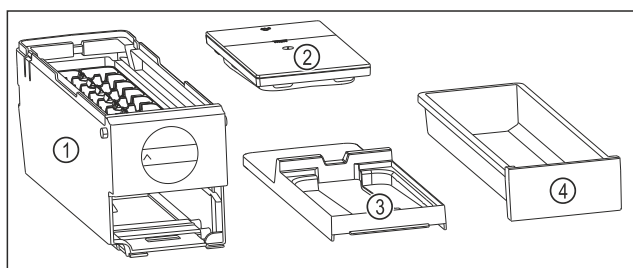

Fig. 80 Sastavni dijelovi sustava EasyTwist-Ice
- ▷ EasyTwist-Ice je rastavljen u četiri dijela. (pogledajte Fig. 80)
- ▶ Sustav EasyTwist-Ice rastavite samo u dijelove prikazane slikom. (pogledajte Fig. 80)
- ▶ Tijelo sustava EasyTwist-Ice Fig. 80 (1) čistite kao cjelinu.